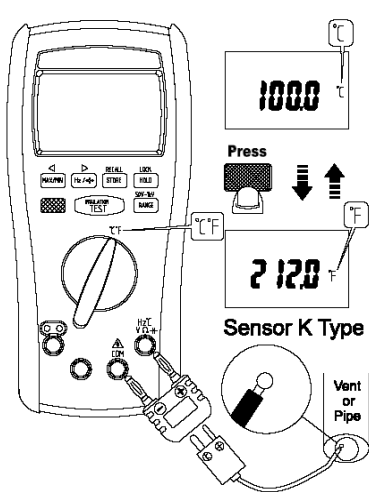

Рис.7.4
4. Датчик температуры поместить в измеряемую среду: труба водоснабжения или кран (рис.7.4).